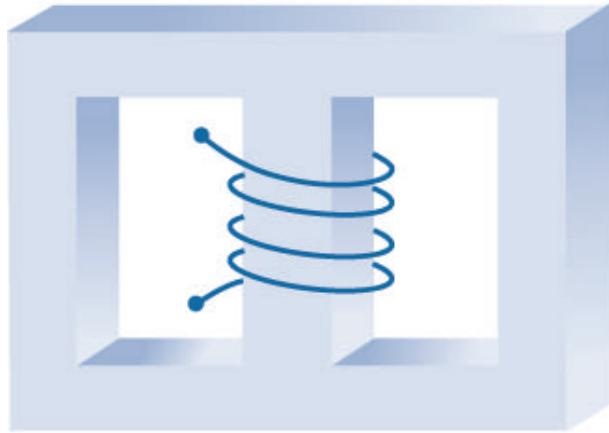

Figura 4
4. O núcleo de aço-silício da Figura 4 possuí áreas de 1.6cm^2 e comprimentos de 10cm em cada perna externa, e área de 2.5cm^2 e comprimento de 3cm na perna central. Ainda na perna central, uma bobina de 1200 espiras que conduz 12mA é enrolada. Determine o valor de B em a) na perna central; b) na perna central considerando um entreferro de 0.3cm nessa mesma perna. (Considere um valor aproximado de $\mu = 5\text{mH/m}$ para ambos os casos).